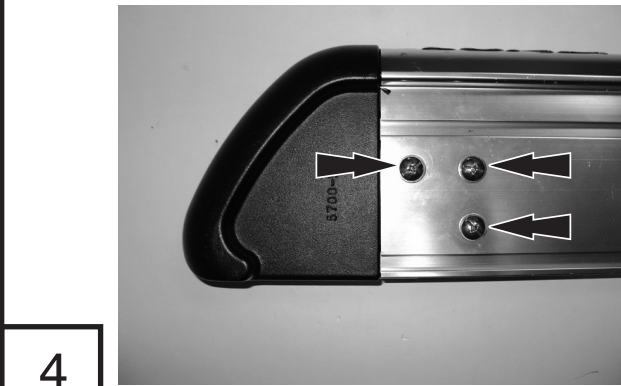
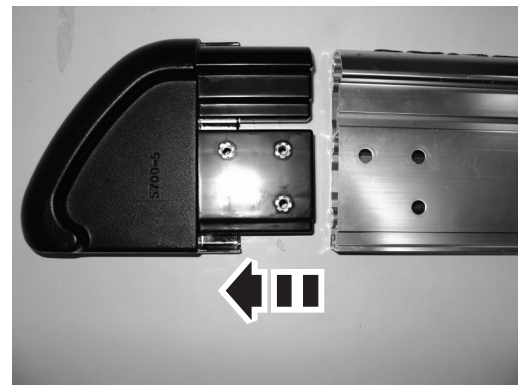

Figura 4
Figura 5
Retire los tornillos (3) que sostienen el capacete al estribo (Figura 4). Retire con cuidado el capacete del extrusor (Figura 5).